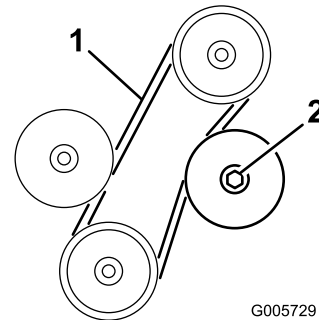

Figura 65
3. La correa debe tener una desviación de 6 mm en el punto intermedio entre las poleas al aplicar una fuerza de 22 N (Figura 65). Si la desviación no es correcta, siga con el paso 4. Si es correcta, vaya al paso 5.
4. Afloje la contratuerca que sujeta la polea tensora ajustable (Figura 65). Empuje la polea tensora contra la correa hasta obtener la desviación correcta, luego apriete la contratuerca de la polea tensora (Figura 65).
2. Afloje la contratuerca que fija la polea tensora ajustable, aparte la polea de la correa, y retire la correa de las poleas (Figura 65).
3. Instale la correa nueva y ajuste su tensión. Empuje la polea tensora contra la correa hasta obtener una desviación de 6 mm aplicando una fuerza de 22 Nm en el punto intermedio entre la polea superior y la polea tensora fija. Apriete la contratuerca de la polea tensora para afianzar el ajuste (Figura 65).